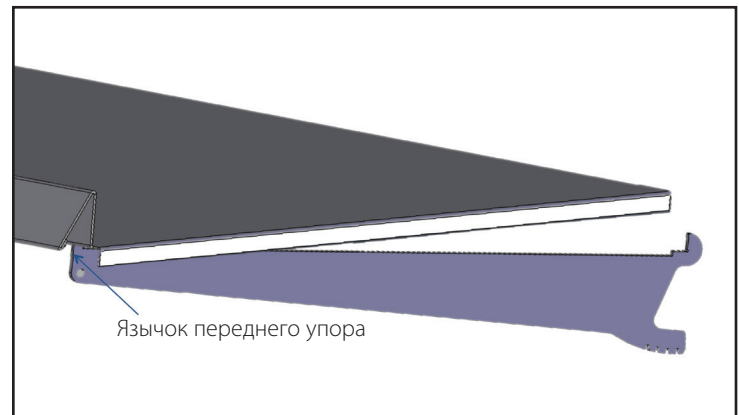

Рис. 2. Установка полок.
- b. Поднять заднюю часть полки и подать ее назад, так чтобы образовался зазор между передним торцом полки и язычком переднего упора на кронштейне. См. рис. 2.